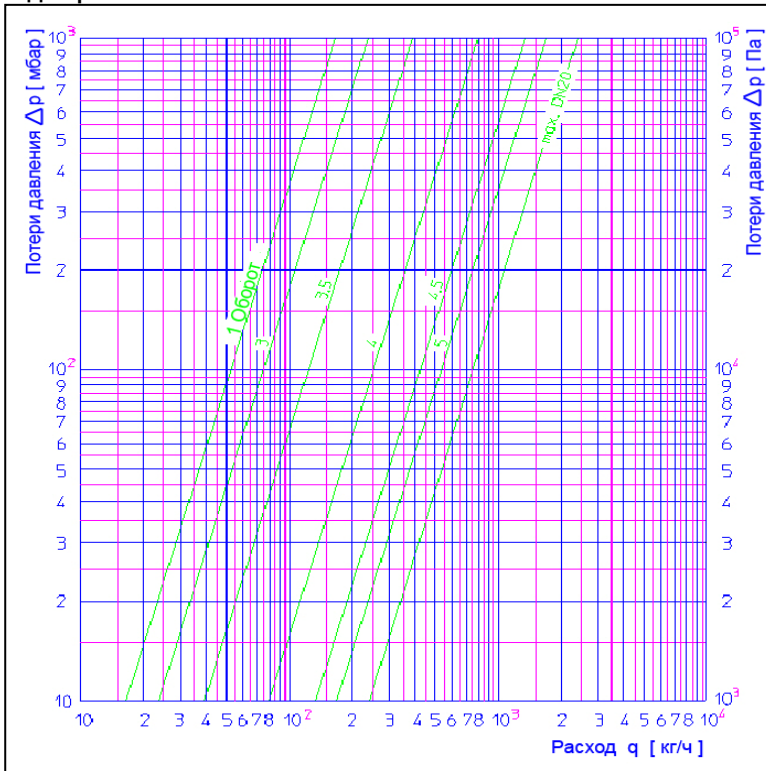

Рис. 9.1: Диаграмма настроек регулирующего вентиля, шаровые краны на подающем коллекторе открыты
- Значение настройки определяют по диаграмме (рис. 9.1)